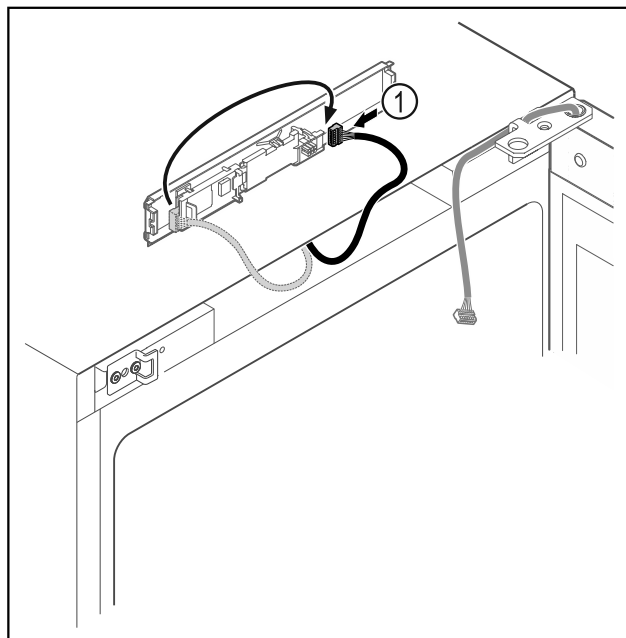

Fig. 19
- ▶ Sett pluggen Fig. 19 (1) om på kretskortet.